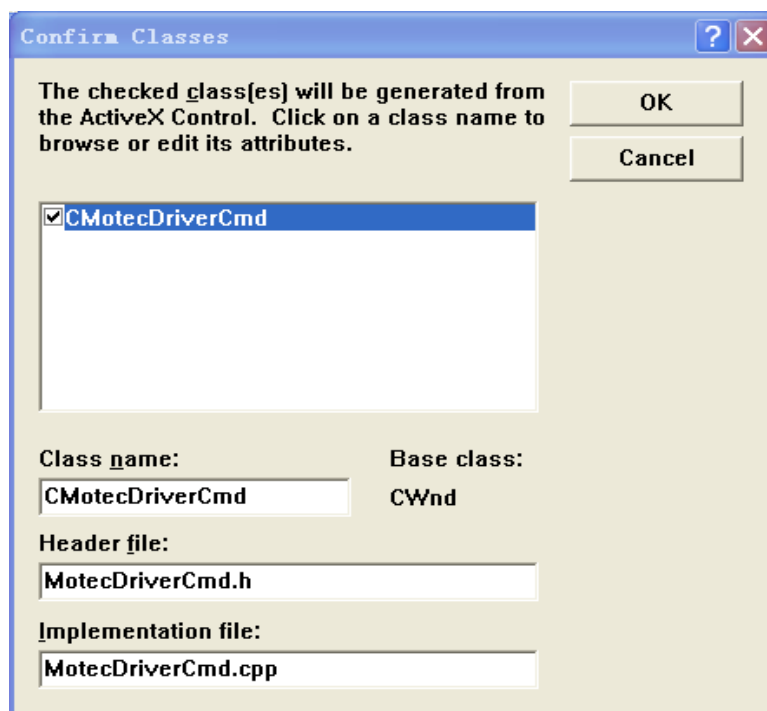

图 3.6 添加控件 Step3
6) 单击[insert]按钮，并单击如图 3.6 所示对话框上的[确认]按钮。